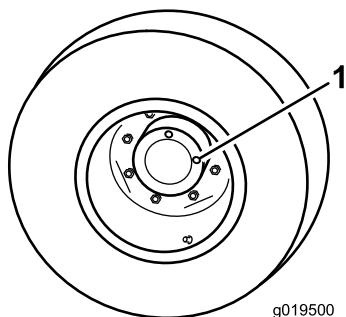

Рисунок 15
1. Поставив машину на ровную поверхность, расположите колесо так, чтобы одна контрольная пробка (Рисунок 15) находилась в положении «12 часов», а вторая в положении «3 часа».
2. Снимите пробку в положении «3 часа» (Рисунок 15). Уровень масла должен располагаться у низа отверстия контрольной пробки.